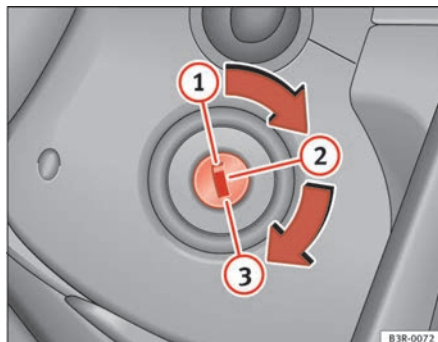

Fig. 148 Posições da chave
- Rode a chave para a posição  ⇒ página 180, fig. 148.